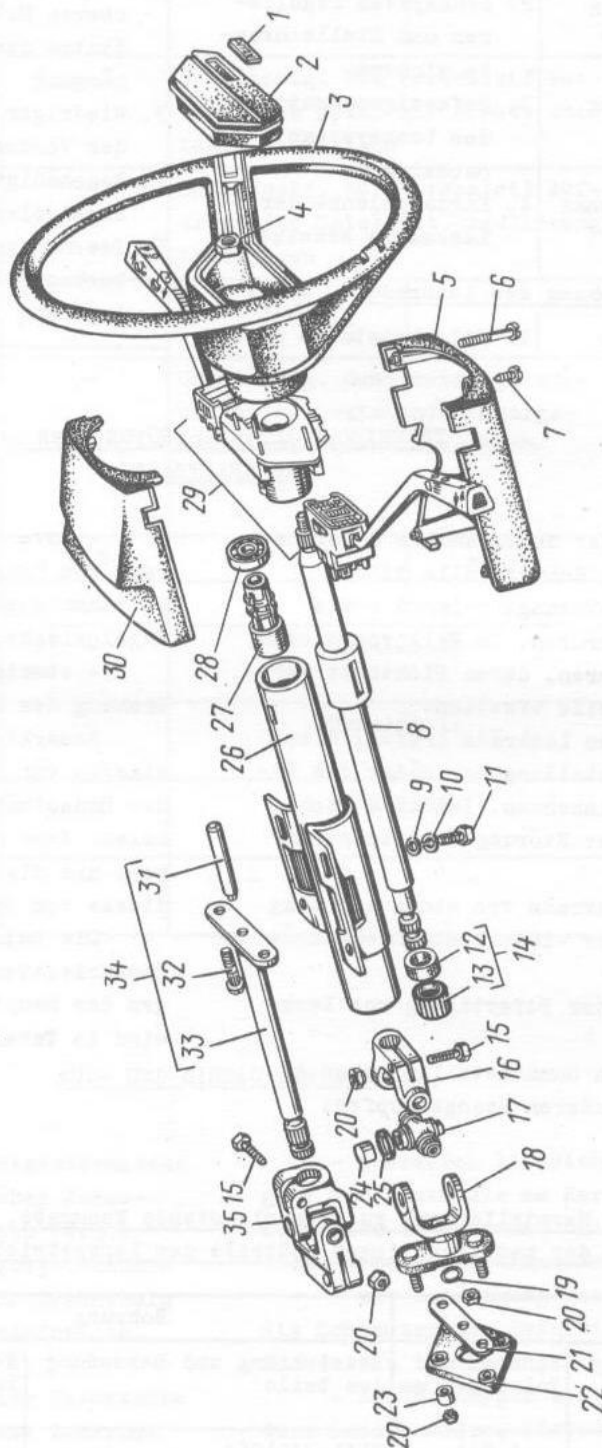

Bild 5-2. Lenkungsteile:
- mit Betätigung aus Innenraum der Karosserie die Befestigungsmutter 4 (Bild 5-2) des Lenkrads losschrauben, vorher Deckel 2 abheben, und Lenkrad 3 absetzen;
- Schrauben 11 (siehe Bild 5-2) zur Befestigung der Lenksäule an Karosserie losdrehen und Lenksäule im Satz mit Gelenkwelle herausnehmen, diese dazu in den Innenraum der Karosserie ziehen;
ders auf den Zustand der Lager 14 und 28 (siehe Bild 5-2) und der Buchse 27 der Lenkwelle achtgeben. Sich mit Drehung der Welle 8 überzeugen, daß sie in den Lagern ohne Klappern und Fressen drehbar ist. Buchse 12 des unteren Lagers 14 darf nicht im Außenring 13 des unteren Lagers und Buchse 27 nicht im Innenring des Lagers 28 drehbar sein. Buchse 27 darf nicht Risse und sonstige Fehler aufweisen.